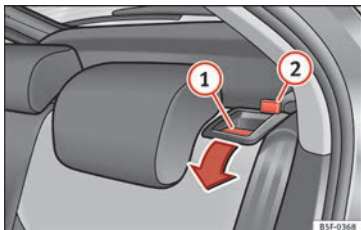

Abb. 110 Entriegelungshebel der Rückenlehne.
- Entriegelungshebel »» **Abb. 110** ① in Pfeilrichtung drücken.
- Klappen Sie die Rückenlehne zurück, bis sie korrekt einrastet »» ⚠. Bei korrektem Einrasten ist die rote Markierung der Führung nicht mehr zu sehen »» **Abb. 110** ②.